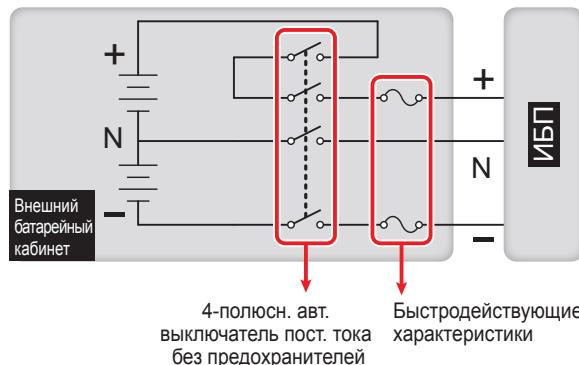
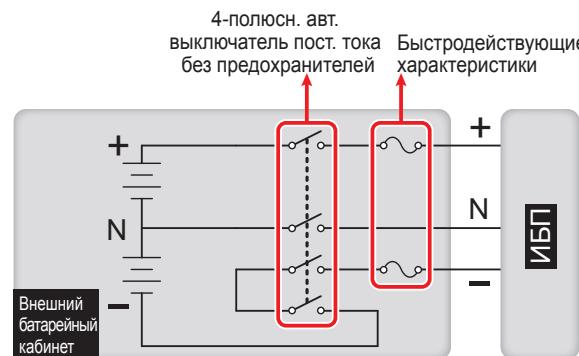

Рис. 5-13. Установка 4-полюсного автоматического выключателя постоянного тока и быстродействующих предохранителей (I)
Рис. 5-14 : Установка 4-полюсного автоматического выключателя постоянного тока и быстродействующих предохранителей (II)
- Необходимо использовать 4-полюсный автоматический выключатель постоянного тока (без встроенных предохранителей) с отключающей способностью 35 кА пост. тока. На один полюс разрешается подавать постоянное напряжение 250 В, на два последовательно включенных полюса – 500 В, а на три – 750 В. При установке 4-полюсного автоматического выключателя постоянного тока и быстродействующих предохранителей между ИБП и батарейным кабинетом других изготовителей руководствуйтесь **Рис. 5-13** и **Рис. 5-14**.
Подключение внешнего батарейного кабинета к ИБП показано на Рис. 5-13. См. также Руководство по эксплуатации внешнего батарейного кабинета.